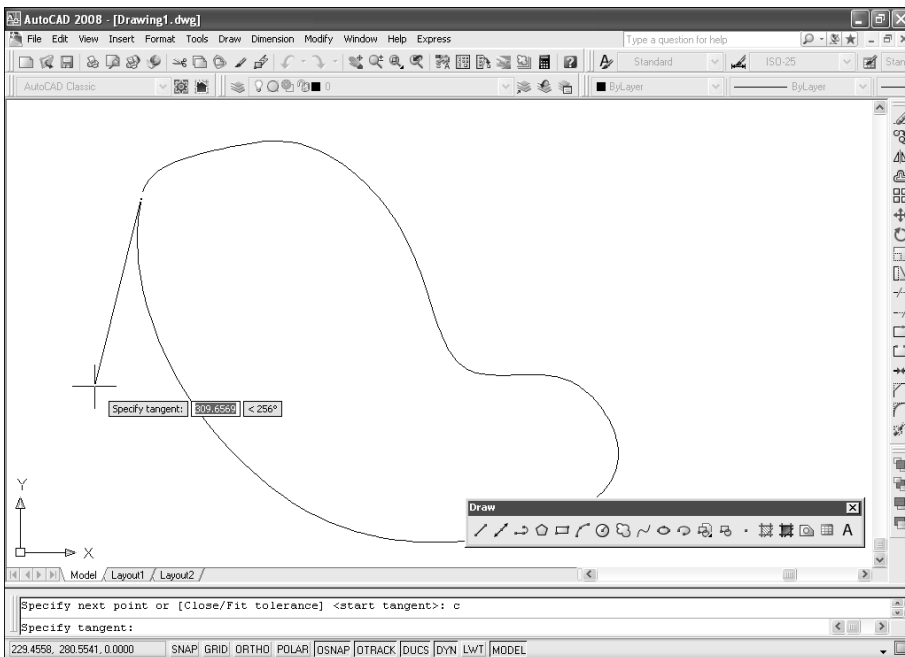

Рис. 2.30. Задание направления касательной
6. Завершив задание контрольных точек, нажмите клавишу **Enter**. Обратите внимание, что теперь резиновая линия соединяет первую контрольную точку с положением указателя-перекрестия. В соответствии с изменением положения указателя-перекрестия изменяется и кривизна сплайна в первой контрольной точке (рис. 2.30).